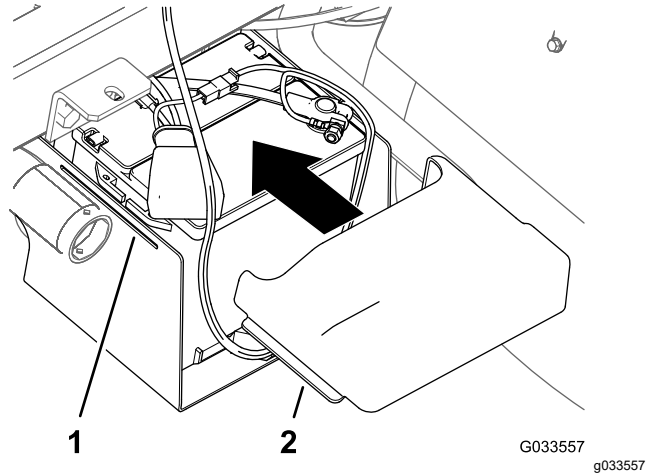

Figura 33
- Apriete los lados de la cubierta de la batería, alinee las pestañas de la cubierta con las ranuras de la base de la batería, y suelte la cubierta de la batería (Figura 33).